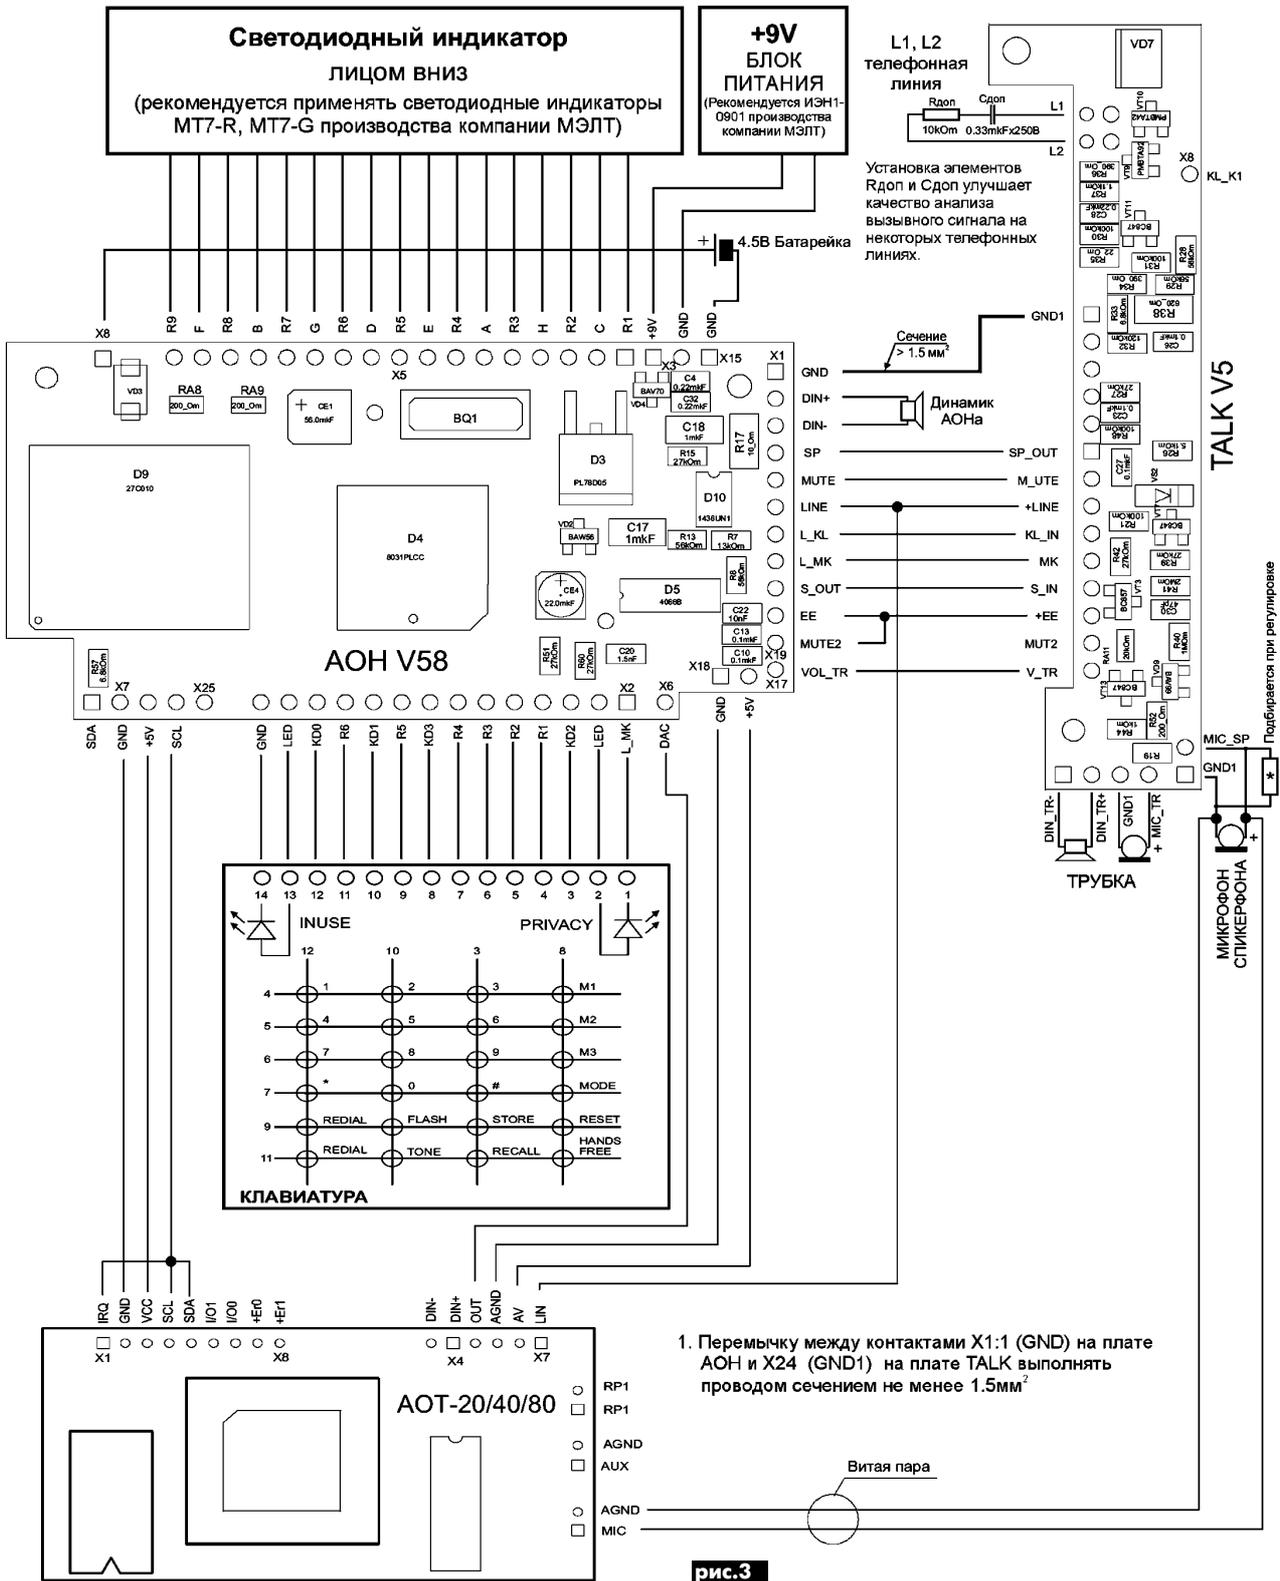

рис.3
мацию в цифровом виде. Вспомогательные узлы автоответчика вырабатывают сигналы, необходимые для функционирования некоторых вышеперечисленных узлов. Схема подключения автоответчика АОТ-20/40/80 (F) к плате АОН V58 показана **рис.3**. Кофидеки от компании STMicroelectronics вы можете приобрести в офисе фирмы "СЭА", тел. (044) 575-94-00, E-mail: info@sea.com.ua, Web-site: http://www.sea.com.ua.